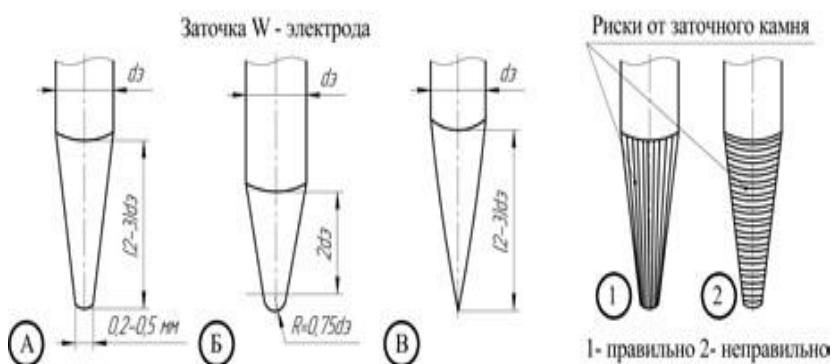

Рис. 10.2. Пример заточки вольфрамового электрода:
**Особое внимание следует уделить заточке вольфрамового электрода (рис.10.2.)**